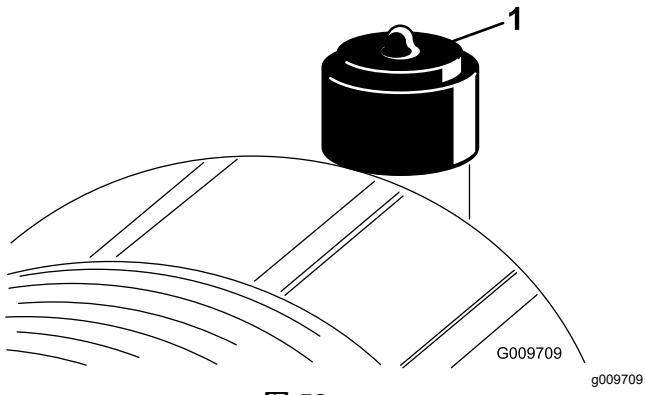

图 52
仅在维修指示灯（图 52）要求时才维修空气滤清器滤芯。在必须更换之前更换空气滤清器只会增加灰尘在滤清器拆下时进入发动机的几率。
8. 如果指示灯显示为红色请重设（图 52）。